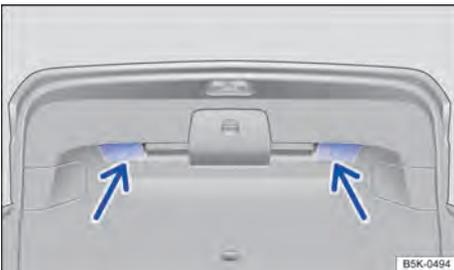

Fig. 74 Tampa do compartimento de bagagem aberta: rebaixos para puxar.
- Segurar um dos rebaixos do revestimento interno da tampa do compartimento de bagagem → Fig. 74 (setas).